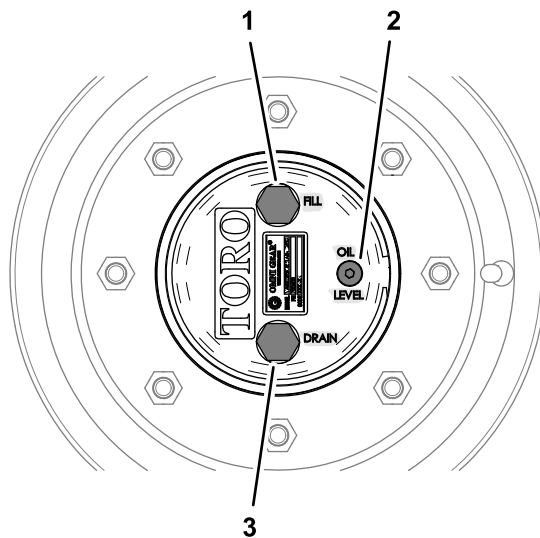

Figure 87
1. Amenez la machine sur une surface plane et horizontale, tournez une roue de sorte que le bouchon de remplissage soit en haut, à la position 12 heures, et le bouchon de vidange soit en bas, à la position 6 heures (Figure 87).
1. Amenez la machine sur une surface plane et horizontale, tournez une roue de sorte que le bouchon de remplissage soit en haut, à la position 12 heures, et le bouchon de vidange soit en bas, à la position 6 heures; voir **Figure 87** sous **Contrôle du niveau de lubrifiant du train planétaire** (page 72).